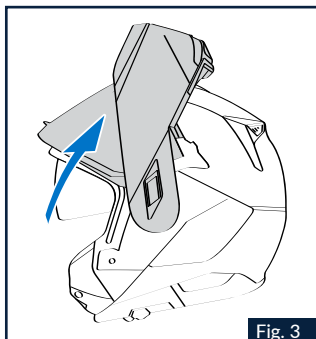
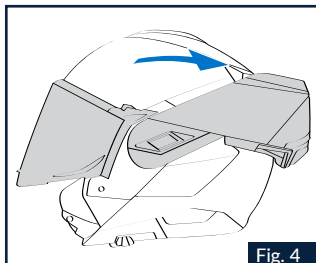

Fig. 3
Fig. 4
1.3 Tire de la mentonera hacia delante y acompáñela en su movimiento de rotación hacia arriba (Fig. 3) hasta que alcance su posición de detención en la parte posterior de la calota (Fig. 4).
2.1 Tourner la mentonnière vers l'avant, en l'accompagnant dans son mouvement de rotation jusqu'à ce qu'on entend les déclics du mécanisme de fermeture (Fig.3).